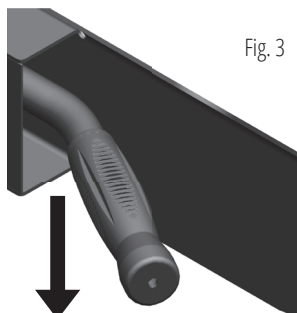

Fig. 3
**Pour KS 8THE V 55/40, appuyez sur une poignée avant d'appuyer sur le bouton de démarrage et de démarrer le moteur (Fig. 3).**